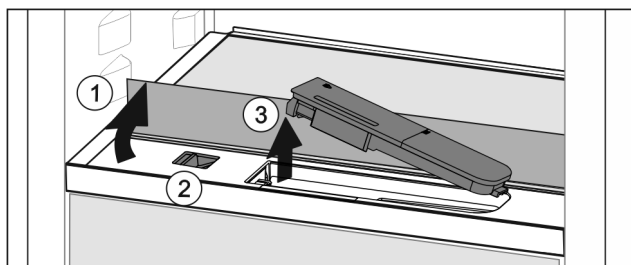

Fig. 74
- ▶ Glasplaat heffen en tot de aanslag naar achter klappen Fig. 74 (1).
- ▶ Schuif Fig. 74 (2) naar links schuiven.
- ▶ Waterreservoir eruit halen Fig. 74 (3).